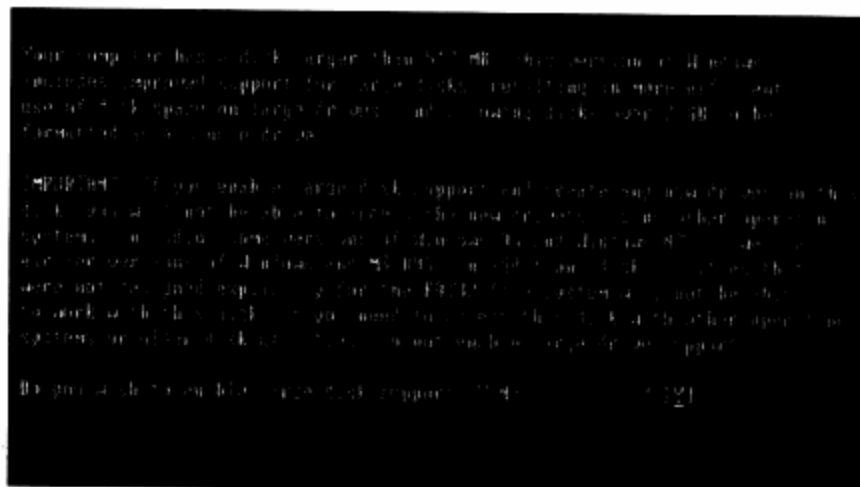

图4-17 警告界面
**步骤 03** 在提示符“A:\>”后面输入fdisk，按Enter键，如图4-17所示。